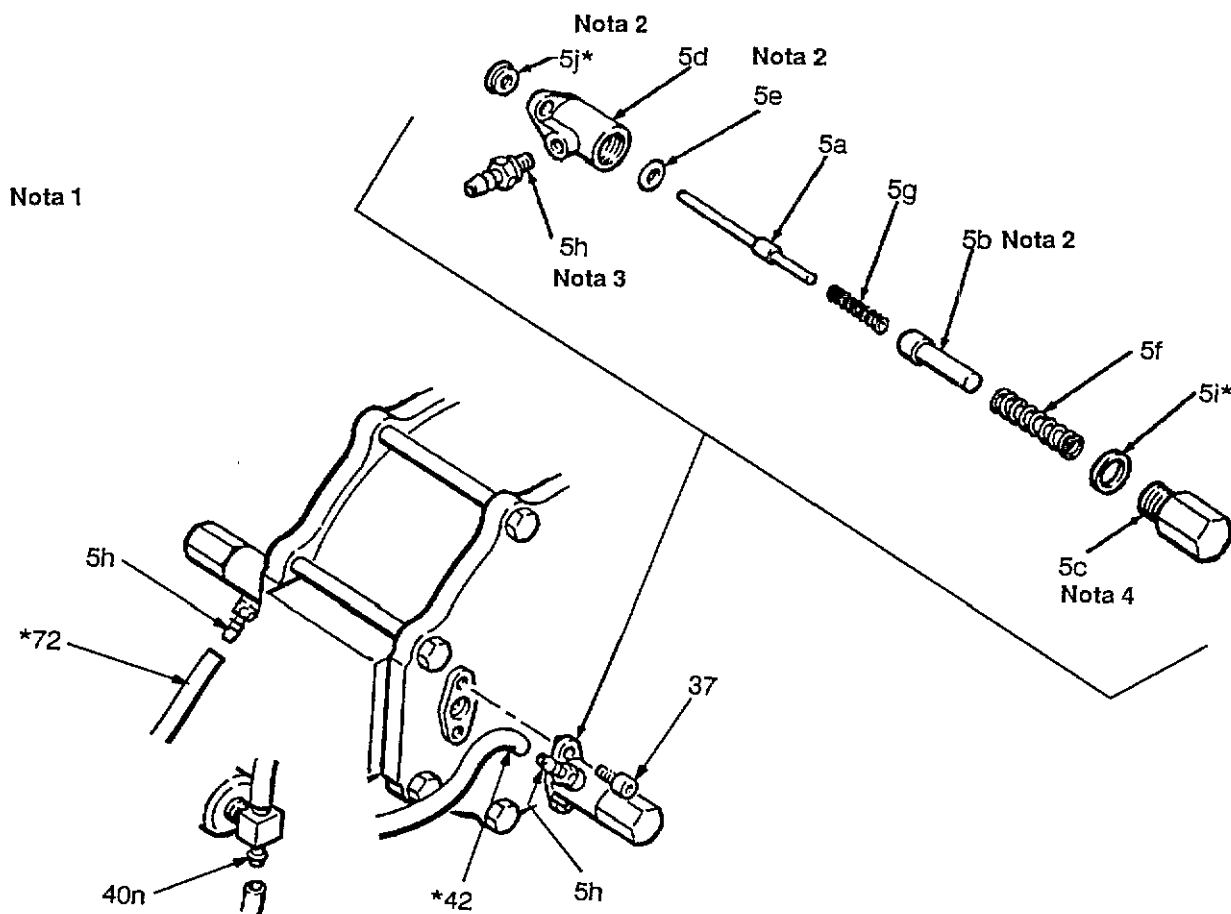

Fig. S-4
2. Desenroscar el sombrerete de la válvula (5c) de cada uno de los alojamientos de la válvula (5d) y sacar las piezas. Limpiar y examinar las piezas para detectar posibles huellas de deterioro. Ver la Figura S-4.
- b. Desatornillar los tornillos de sombrerete (37) y sacar los alojamientos de la válvula piloto (5d). Engrasar las juntas de la varilla (5j\*) e instalar una en cada lado de la bomba.